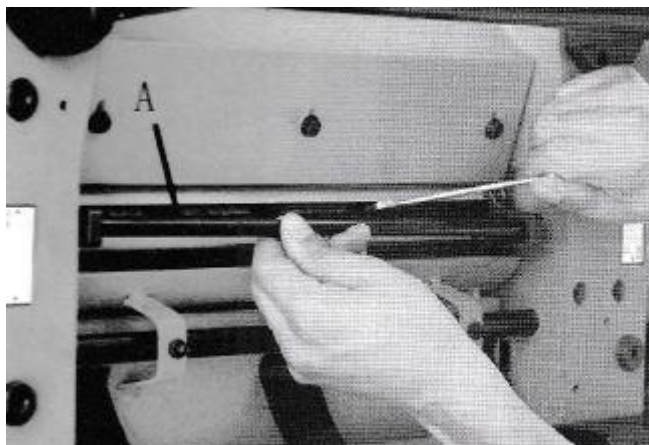

Рис. 20 Прибор для проверки и регулировки ножей
3. Для проверки и регулировки ножей используйте прибор для установки ножей (А), Рис. 20, и проверьте все три ножа.